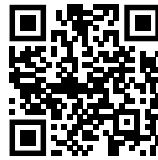

Fig. 113
- Ανοίξτε το Liebherr SmartMonitoring Dashboard. (βλέπε Fig. 113)